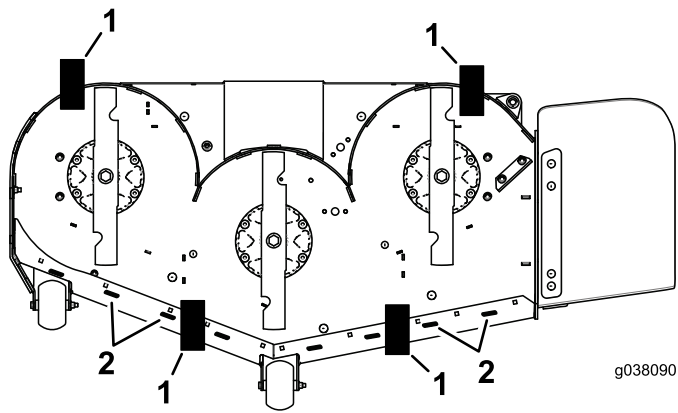

**Figura 88**
10. Afloje lentamente el tornillo de ajuste del muelle auxiliar de elevación hasta que pueda retirar el tornillo (Figura 88).